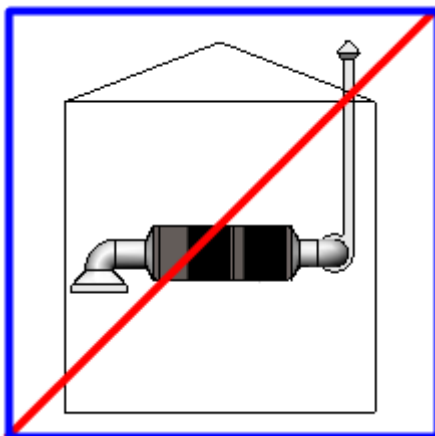

РИС. 9. ЗАПРЕЩЕНО ВКЛЮЧАТЬ ОБОРУДОВАНИЕ ПРИ СНЯТЫХ ЭЛЕМЕНТАХ КОРПУСА
- при снятых элементах корпуса (Рис. 9);